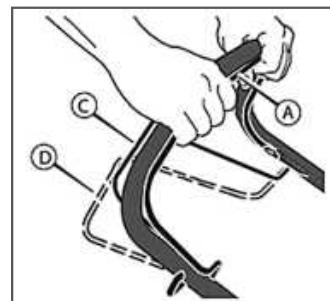

Рис. 9 Положение рычагов остановки двигателя и привода хода
1. Удерживайте рычаг остановки двигателя А в нажатом положении (Рис. 9). Запустите двигатель.
- Переместите рычаг привода С (Рис. 9) полностью вперед. Теперь система привода включена, и газонокосилка начнет двигаться вперед.
Для выключения только системы привода, отпустите рычаг привода С (Рис. 9). В выключенном положении D (Рис. 9), газонокосилка прекратит движение вперед, но двигатель будет продолжать работать, а нож вращаться.
Для выключения системы привода и для остановки работы двигателя, полностью отпустите рычаги остановки двигателя А и привода хода С (Рис. 9).